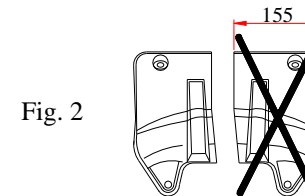
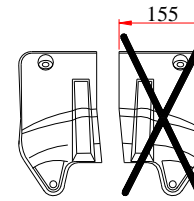

Fig. 2
Rys. 1
3. Fish-plates (pos. 8) put in this way so holes A agree with holes after luggage holders disassembly. Arrange fish-plates parallel with chassis lines and according dimension from figure 1. Next through holes B and C drill holes using bit $\varnothing 11\text{mm}$ and through holes D drill holes using bit $\varnothing 18\text{mm}$.
4. Through holes D put distance sleeves $\varnothing 17$ (pos. 6), put fish-plates pos.8 at the end put bolts M10x120mm (pos.14) and M10x130mm (pos. 13). See figure 1.
- on the left side – on protruding bolts put left bracket (pos. 5). Put distance sleeves pos. 6 before! Twist on..
- NOTE!** Use thick washer $\varnothing 25 \times 6\text{mm}$ (pos. 7) on hole D (see figure 1).
- on the right side – on protruding bolts put right bracket (pos. 4). Put distance sleeves pos. 6 before! Twist on loosely.
6. Between installed side brackets (pos. 4 and 5) put main bar of the towing hitch (pos. 1) and fix using bolts M10x120mm, M12x35mm and M12x50mm. See figure.
7. Reassemble thermal shield after cut out fragment according to figure 2.
9. Fix tow-ball (pos. 2) with socket plate (pos. 3) using bolts M12x75mm (pos. 10) from accessories.
3. Nakładki (poz. 8) przyłożyć otworami A na otwory uchwytów mocowania bagażu, ustawić nakładki równoległe do linii podwozia oraz względem siebie wg wymiaru podanego na rys. 1. Następnie przez otwory nakładek B i C przewiercić otwór $\phi 11$ mm, a przez otwór D - wiercić $\phi 18$ mm.
4. Przez otwór D wsunąć tulejki $\phi 17$ (poz. 6), przyłożyć nakładki 8, przełożyć przez wszystkie otwory śruby M10x120mm (poz. 14) i M10x130mm (poz. 13). Patrz rys. 1.